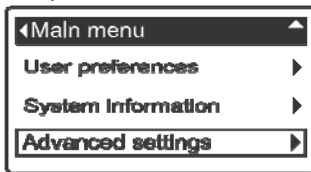

РИС. 17
2. С любого прокручивающегося экрана статуса нажать кнопку ВЫБОР (O) на умягчителе для отображения **Главного меню**.
3. Нажать кнопку ВНИЗ (▼) и прокрутить опции меню до выделения надписи **Дополнительные установки** (См. Рисунок 17).